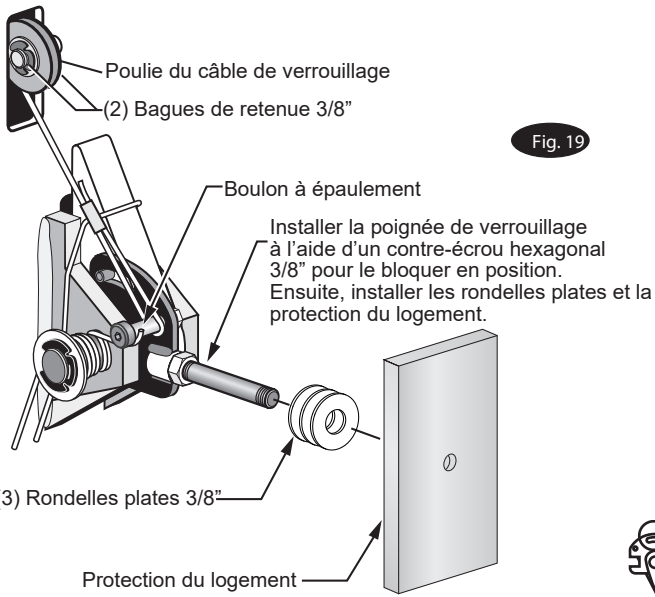
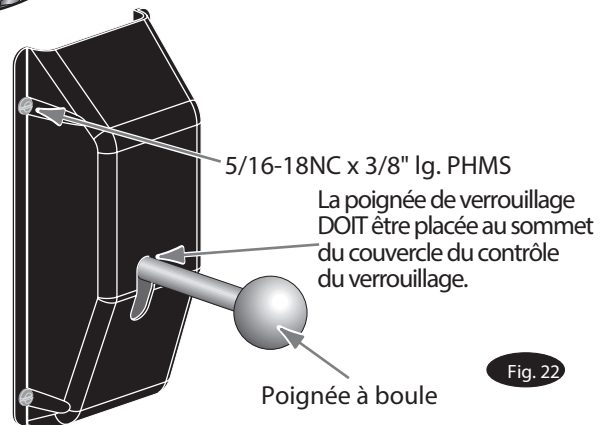

Fig. 19
Fig. 22
- A) Installer la poulie du câble de verrouillage et les bagues de retenue dans la fente supérieure de la commande de l'unité de puissance comme l'illustre la fig. 19.
- B) Glisser la boucle à l'extrémité du câble au-dessus de la vis à épaulement, sur le côté droit de la plaque de contrôle du verrouillage, fig. 19.
- C) Passer l'autre extrémité du câble à travers la fente de la poulie du câble de verrouillage en s'assurant que le câble passe sous le côté inférieur de la poulie du câble de verrouillage et à l'intérieur de la colonne droite, fig. 19.
- I) IL FAUT alors installer la poignée de verrouillage, le contre-écrou et le couvercle de verrouillage de la colonne de droite fig. 19 et fig.22. Installer la boule de la poignée de verrouillage, fig. 22.